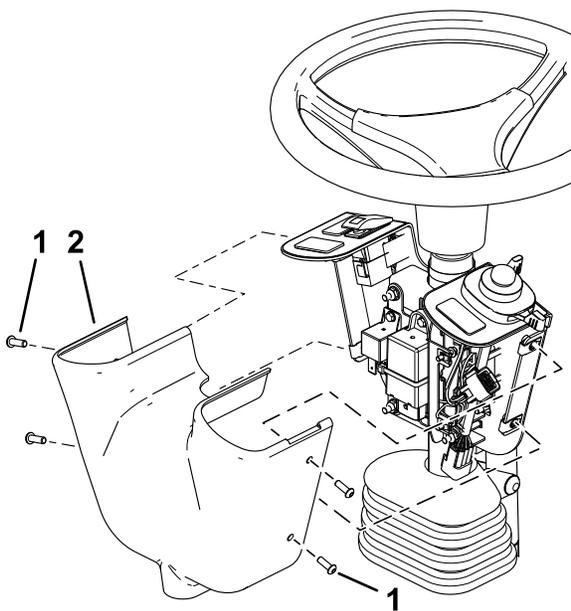

Figura 7
9. Rimuovete le 4 viti a esagono incassato che fissano la copertura del quadro di comando e rimuovetela (Figura 7).
12. Montate la copertura del quadro di comando come illustrato nella Figura 7.